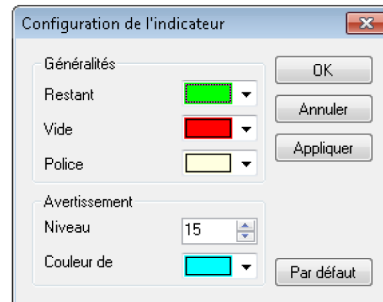

Figure 5.19 : Boîte de dialogue Configurer l'indicateur
- 2 Dans le menu contextuel qui apparaît, cliquer sur **Configurer l'indicateur...** La boîte de dialogue Configurer l'indicateur (Figure 5.19) s'affiche.